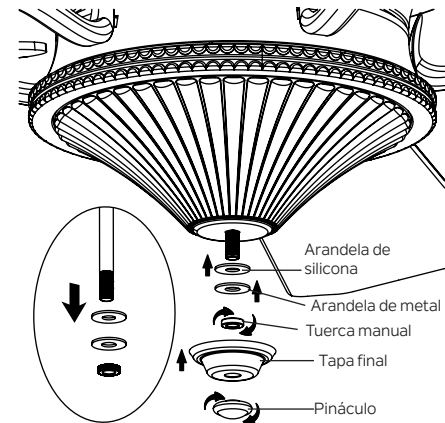

Figura 25
**Paso 2.** Quite y guarde la tuerca manual, la arandela de metal y la arandela de silicona de la varilla roscada en el kit de luces. (Figura 25)
**Paso 3.** Levante la pantalla de vidrio hasta el kit de luces, lo que permite que la varilla roscada pase por el orificio central en la parte inferior de la pantalla de vidrio. Coloque la arandela de silicona y la arandela de metal sobre la varilla roscada, luego atornille la tuerca manual en la varilla roscada hasta que quede apretada. NO AJUSTE EN EXCESO. (Figura 25)
**Paso 4.** Instale la tapa del remate y el remate en la varilla roscada y apriételos firmemente. (Figura 25)